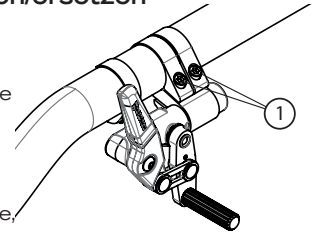

ABB. 28
- Lösen Sie Schrauben (1) (ABB. 28).
- Ziehen Sie die Schrauben (1) fest. Führen Sie dies manuell ohne aus.